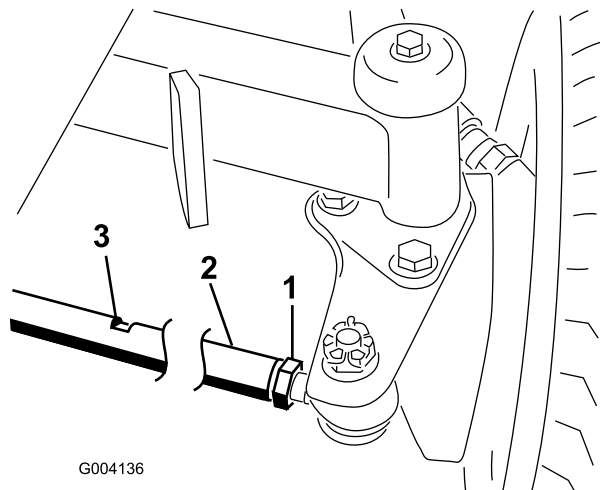

図 48
2. 各タイロッド（図 48）の端についているジャムナットをゆるめる。